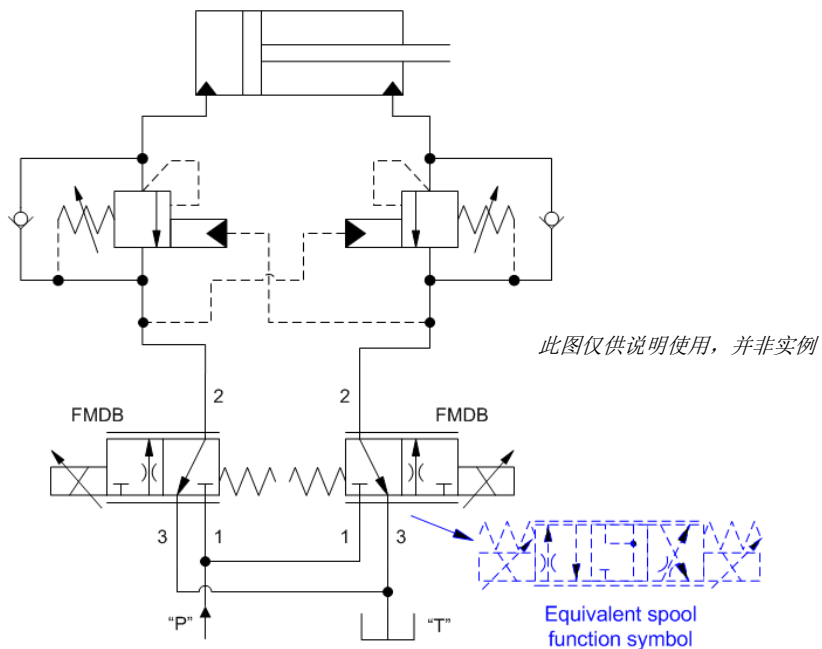

图 11.
- 两个FMDB系列的阀可以组合成一个4通3位功能，此时回油可以经过阀体。(见图11)
- 两个不同流量范围的比例流量阀可以被选用于不同液压缸缸径比，不管在4位功能还是排气回路如图11和12所示。(这里忽略特殊阀芯比的情况)